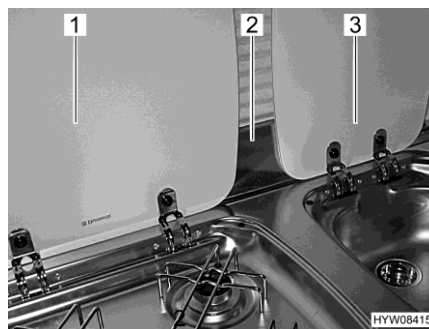

Fig. 135 Chapa guardallamas y cubiertas
Antes de cocinar, deberá engancharse la chapa guardallamas (Fig. 135,2) en el marco de la ventana. Entonces, la chapa guardallamas cubrirá la zona entre las cubiertas del fregadero (Fig. 135,3) y de la cocina de gas (Fig. 135,1).
- Enganchar la chapa guardallamas (Fig. 135,2) en el marco de la ventana.
- Abrir la tapa (Fig. 135,1) de la cocina de gas.